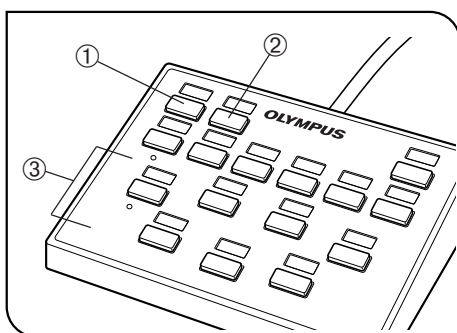

Fig. 4
### 1 Sélection de la trajectoire optique d'observation (Fig. 4)
### 2 Centrage du diaphragme de champ (FS) (Figures 4 & 5)
### 3 Centrage du diaphragme d'ouverture (AS) (Figures 4 à 6)
1. Presser le bouton BF ① de l'interrupteur de commande manuelle pour sélectionner la trajectoire optique en fond clair en lumière incidente.
2. Presser le bouton des objectifs ③ (Fig. 4) de l'interrupteur de commande manuelle pour engager l'objectif 10X dans la trajectoire optique, placer la préparation sur la platine et réaliser la mise au point approximative sur la préparation.
3. Retirer l'oculaire, regarder à travers le manchon et presser le bouton AS- ⑧ de l'interrupteur de commande manuelle pour refermer le diaphragme à environ 70 % de son ouverture.